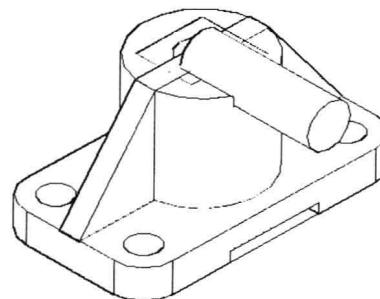

图 9-6-10
(18) 输入角度“-90”，按 Enter 键，圆柱体旋转了 90 度，如图 9-6-10 所示。